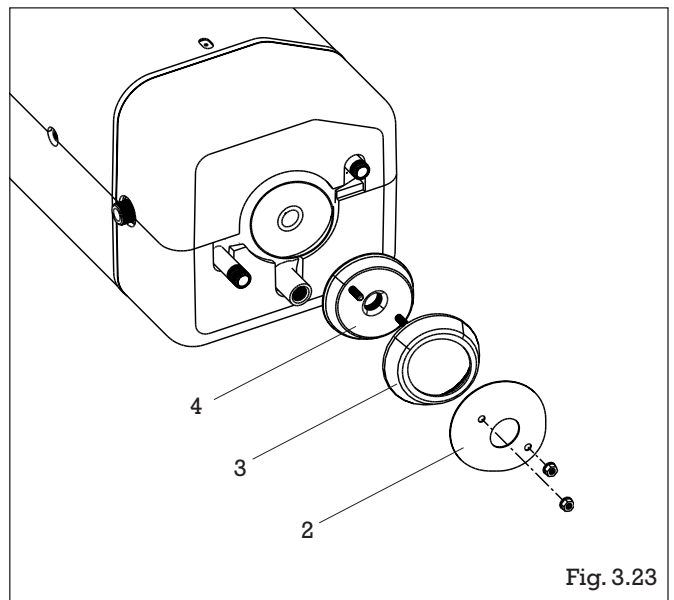

Fig. 3.23
- déposer la trappe de visite du ballon en retirant les 2 écrous, la bride extérieure (2) (fig. 3.23), le joint (3) et la bride intérieure (4)